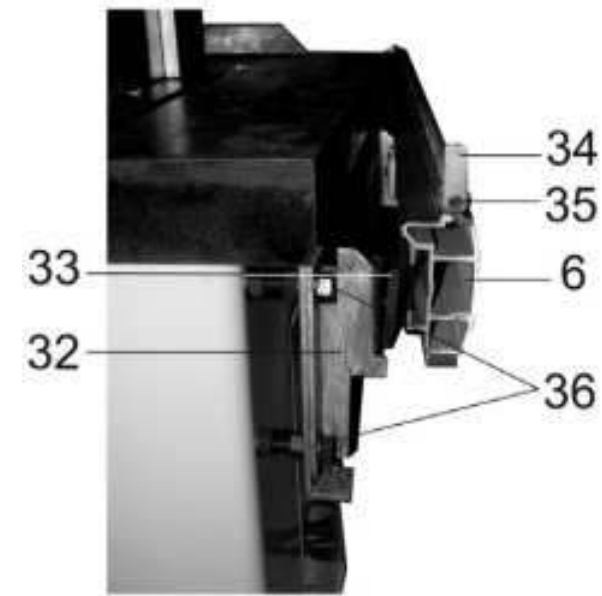

Рис.6
8.2.2. Выкрутите болт (35), снимите ограничитель (34), на направляющей (6) установите подвижный рабочий стол (8), установите ограничитель (34) на прежнее место и зафиксируйте, как показано на Рис. 6, болтом (35).